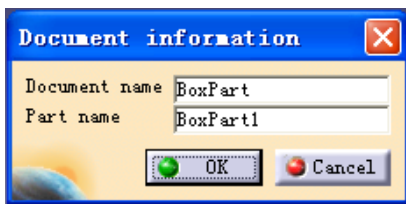

图 16-5
(2) 对话框中选择 File → CATPart document, 对话框中输入 BoxPart, BoxPart1 (见图 16-5);